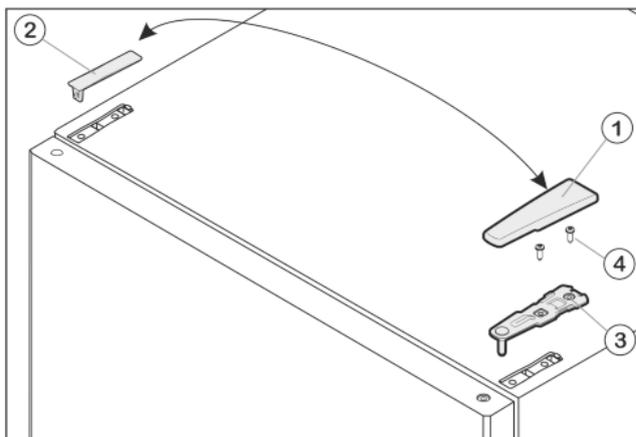

Fig. 7
- ▶ Потяните крышку Fig. 7 (1) вперед и вверх.
- ▶ Снимите крышку Fig. 7 (2).
- ▶ Открутите верхний опорный кронштейн Fig. 7 (3) (2 шт. Torx® 25) Fig. 7 (4) и вытяните вверх.
- ▶ Установите верхний опорный кронштейн *Fig. 7 (3)* на новой стороне шарнира и защелкните в дверце.
- ▶ Привинтите верхний опорный кронштейн (**с моментом 4 Нм**)(2 шт. Torx® 25) *Fig. 7 (4)*. При необходимости проделайте отверстия или используйте аккумуляторную отвертку.
- ▶ Наденьте и защелкните крышку *Fig. 7 (1)* и крышку *Fig. 7 (2)* на противоположной стороне снаружи.